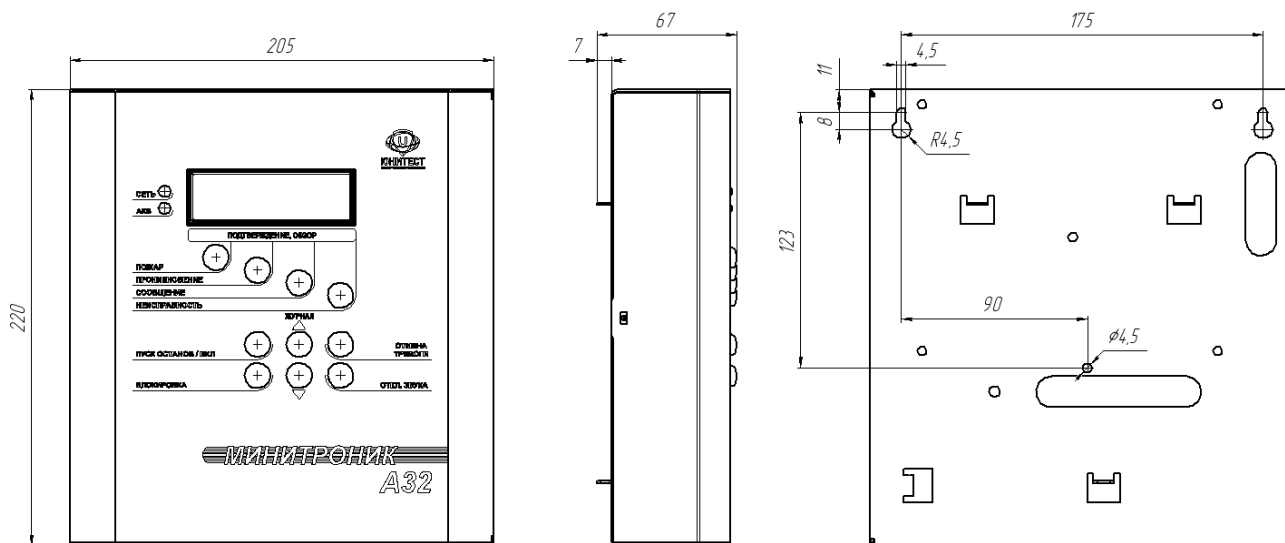

Рис.2. Габаритный чертеж и установочные размеры АПКП.
5.1.1. АПКП состоит из корпуса с открывающейся передней панелью и системной платы, к которой с помощью разъемов подключена плата индикации. Габаритные и установочные размеры ПКП показаны на рис.2.